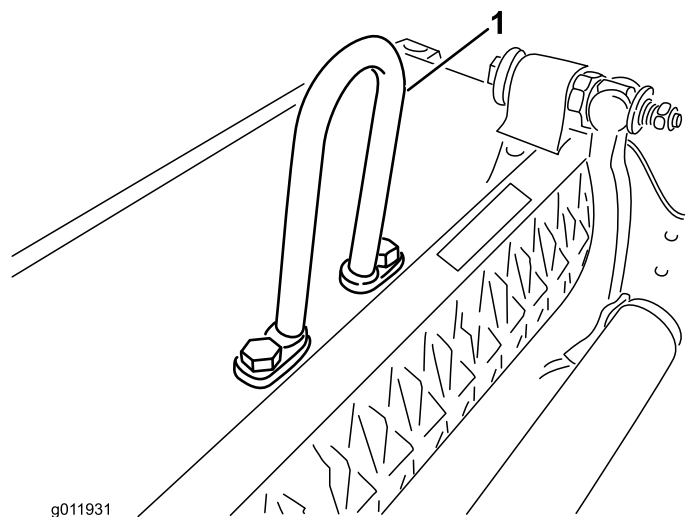

Figura 5
- Se requiere una **brida en U** (Pieza N° 105-5740) como se muestra en la Figura 5 para las unidades de tracción Greensmaster 3000, 3000-D, 3050, 3100, 3150 y 3150-Q (se suministra con las unidades de tracción Greensmaster citadas).